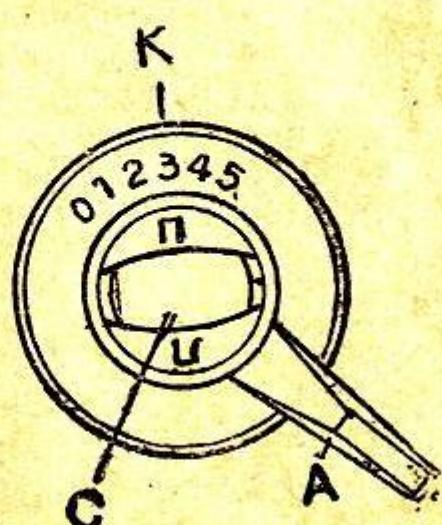

Рис. 21.
5. Для получения зигзагообразной строчки, смещенной вправо от средней оси, необходимо, сохранив положение шкалы по отношению к риске К при той же ширине зигзага, повернуть переключатель С в горизонтальное положение так, чтобы метка П (правое) оказалась вверху. Такое положение показано на рис. 21.